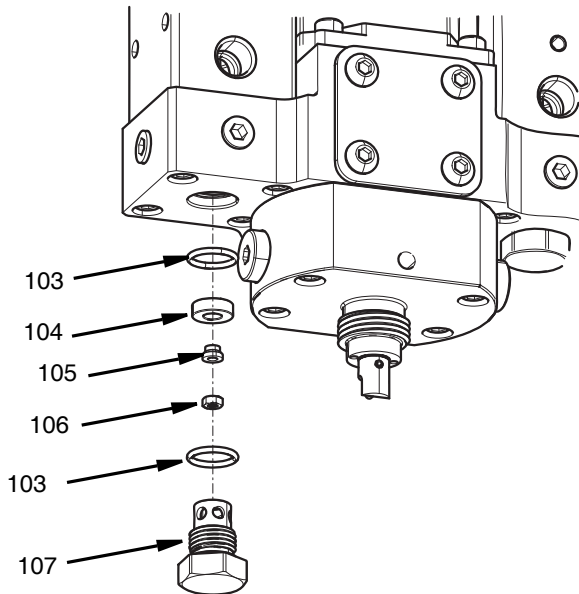

ABB. 27
2. Ventilsitzhalter (107) mit einem 19 mm Maulschlüssel entfernen.
3. Die Mutter (106), die die Umkehrdüse (105) hält, mit einem 5,5-mm-Steckschlüssel entfernen.
4. Die zwei Schrauben (104) und die O-Ringe (103) entfernen. Siehe ABB. 27 Seite 38.